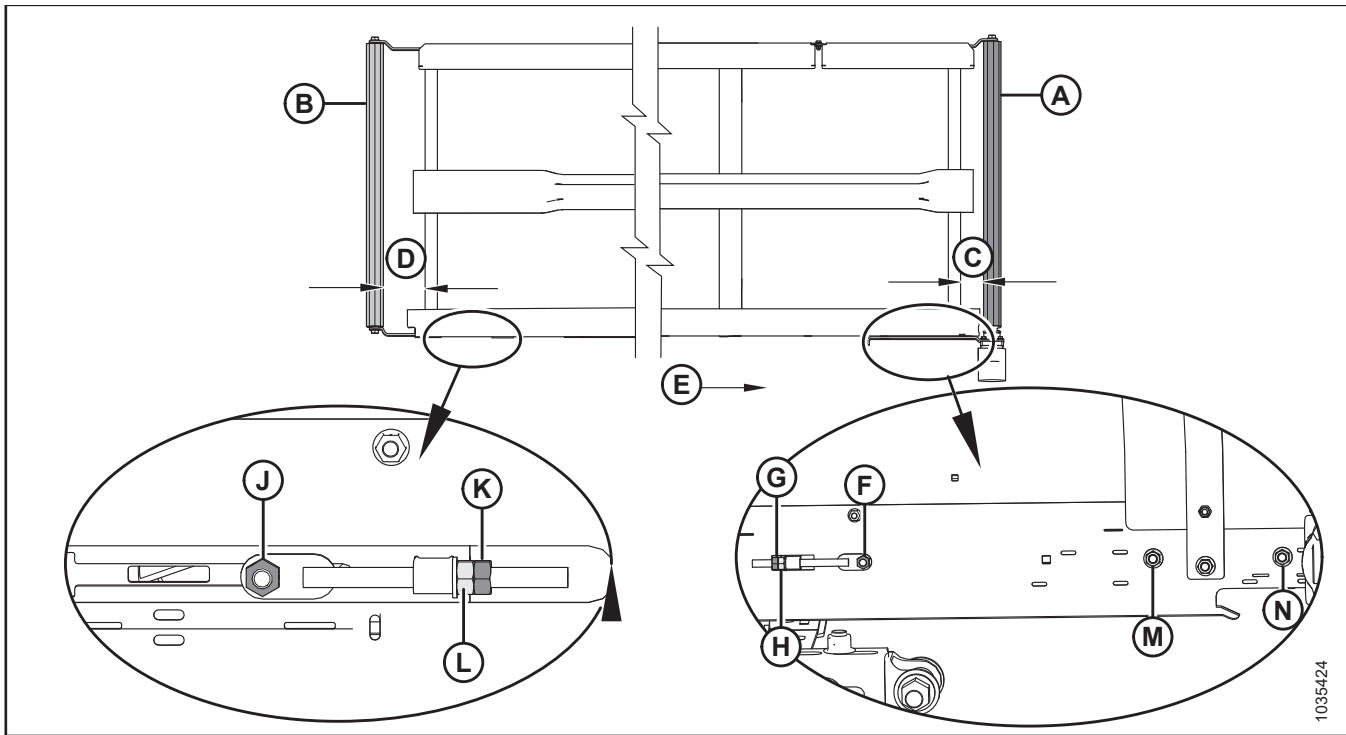

Abbildung 4.233: Einstellung der Seitenband-Spurführung – linkes Seitenband
2. Gehen Sie wie folgt vor, um mit der Antriebsrolle (A) die Einstellung **C** (siehe Tabelle 4.2, Seite 724 und Abbildung 4.233, Seite 724) nachzustellen:
- a. Die Muttern (F), (M) und (N) und Kontermutter (G) lösen.
- b. Stellmutter (H) drehen.
- c. Die Muttern (F), (M) und (N) und Kontermutter (G) anziehen.
3. Gehen Sie wie folgt vor, um mit der Spannrolle (B) die Einstellung **D** (siehe Tabelle 4.2, Seite 724 und Abbildung 4.233, Seite 724) nachzustellen:
- a. Schraubenmutter (J) und Kontermutter (K) lockern.
- b. Stellmutter (L) drehen.